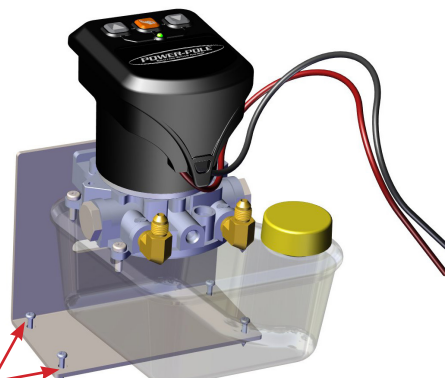

Figure 4
5. Fixez le support au bateau à l'aide d'un tournevis Phillips n° 2 et des (4) vis à tête cylindrique n° 10 x 3/4 po **H**. **FIG. 4**